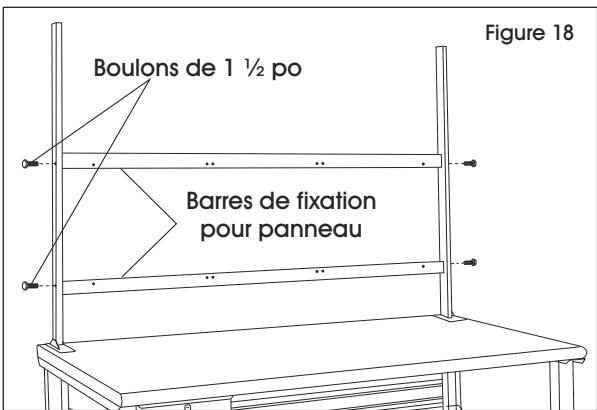

Figure 18
- Placez les barres de fixation (6) à la hauteur voulue sur les montants. Le montant devrait comporter huit trous libres entre les barres supérieure et inférieure afin de pouvoir fixer le panneau. Fixez les barres aux montants à l'aide de quatre boulons de 1 1/2 po. (Voir Figure 18)